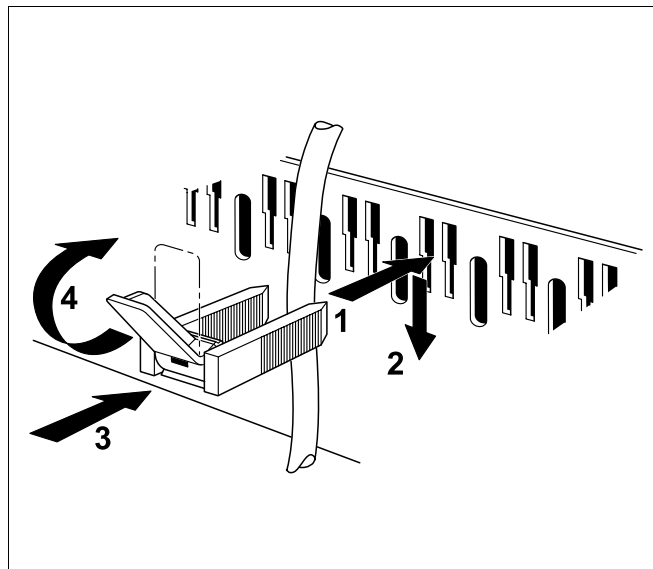

Fig. 27 Asigurarea traseelor prin bratari de cablu
- Introducerea bratarilor de cablu în fanta marginii bratarilor; puntea manetei trebuie să fie întotdeauna în sus (fig. 27, **pasul 1**).
- Împingeți bratară de cablu în jos (fig. 27, **pasul 2**).
- Fixare (fig. 27, **pasul 3**).
- Direcționarea manetei în sus (fig. 27, **pasul 4**).